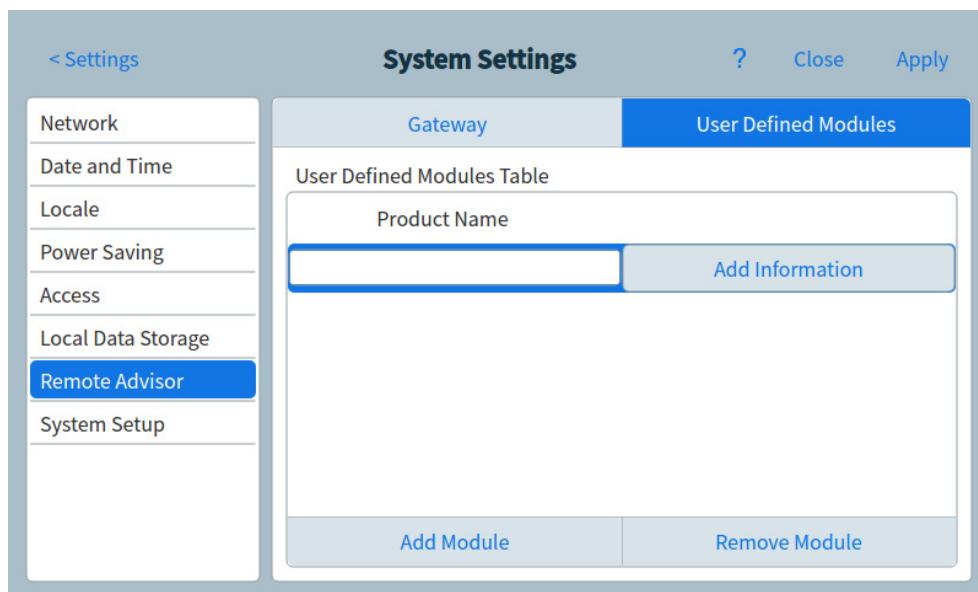

Figura 47 Pagina avviso remoto - aggiungere informazioni
- b Premere **Add Module**. Compare un inserimento nome prodotto. Vedere Figura 47.